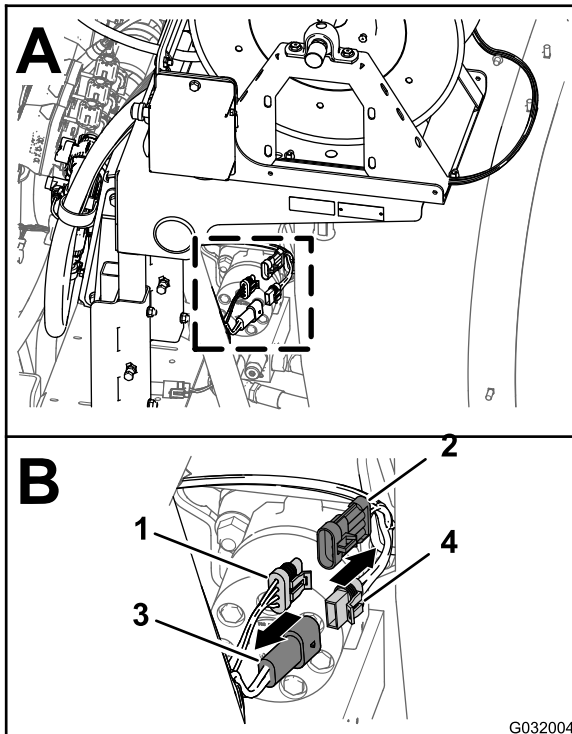

图3
1. 在机器的后部找到位于打药车药缸后部的电动软管卷套件的线束 图3。
2. 将电动软管卷线束的 2 插槽接头与后主线束的 2 针接头断开 图3。
3. 将电动软管卷线束的 3 针接头与后主线束的 3 针插槽断开 图3。